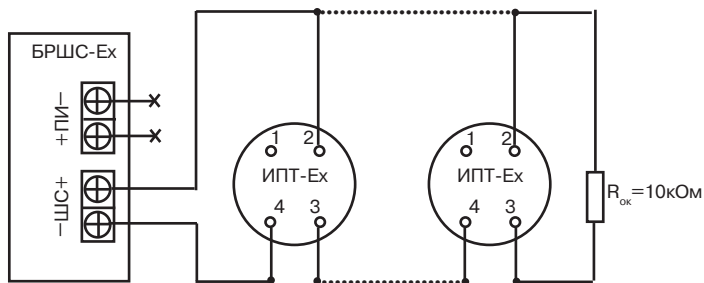

Рисунок 1 – Рекомендуемая схема подключения ИПТ-Ех к БРШС-Ех (в один шлейф БРШС-Ех рекомендуется включать не более 10 ИПТ-Ех)
5.2.3 Произведите монтаж подводящих проводов к клеммам контактов основания согласно схеме подключения (рисунок 1). Максимальная площадь поперечного сечения проводников – 0,75 мм².